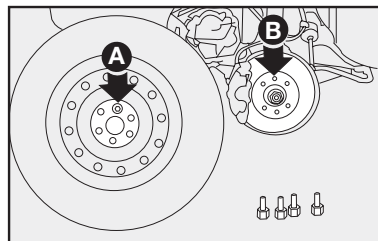

fig. 19
- 6) Montar a roda sobressalente, encaixando os furos **A-fig. 19** com os respectivos pinos **B**;